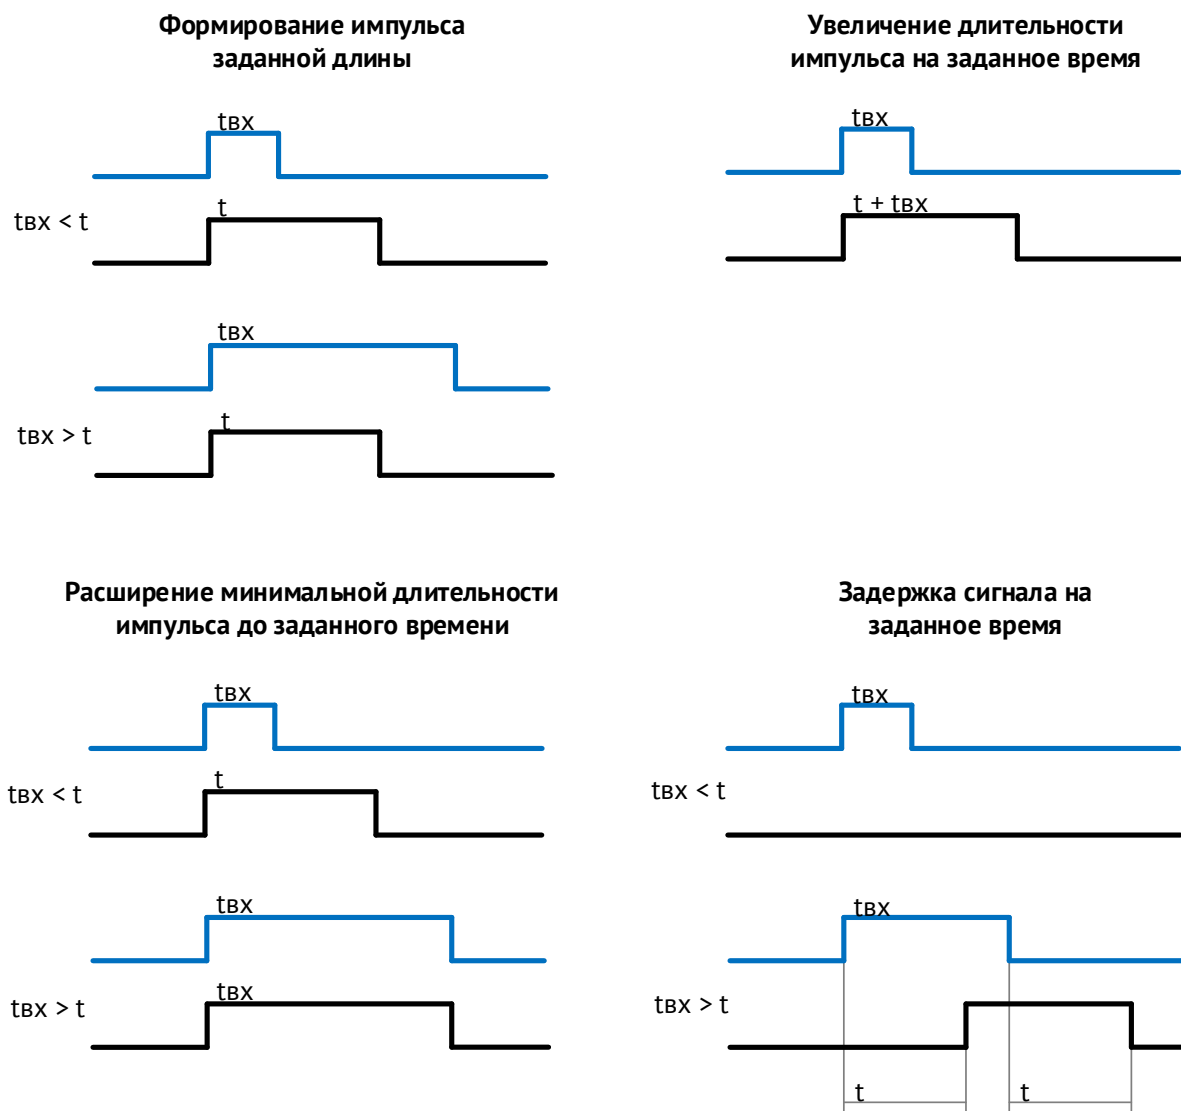

Рисунок 5.25. Принцип работы временных функций.
- Временные – см. 5.25. Принцип работы временных функций.Рисунок 5.25